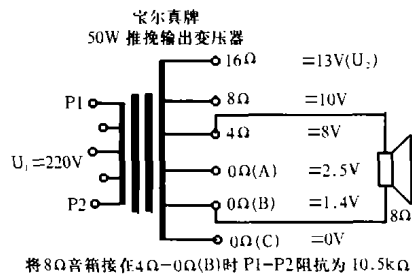

图 8 推挽输出变压器的二次侧电压
方法如下: 先将输出变压器一次侧 P1-P2 接交流市电 220V 测得二次侧电压如图 8 所示, 将 8 Ω 音箱接到 4 Ω -0 Ω (B) 处, 该处电压为 8V-1.4V=6.6V, 变压器变换比 $n=U_2/U_1=6.6V/220V=0.03$, 输出变压器一次侧阻抗 $R_a=\gamma_H/(n^2\eta)$, 其中 γ_H 为音箱阻抗, η 为变压器的效率。推挽输出变压器的效率约为 85%, 此时将数据代入公式 $R_a=\gamma_H/(n^2\eta)$, 求得 $R_a=10458\Omega$, 约等于 10.5k Ω , 基本上可达到上述 FU-32 对输出变压器的要求。